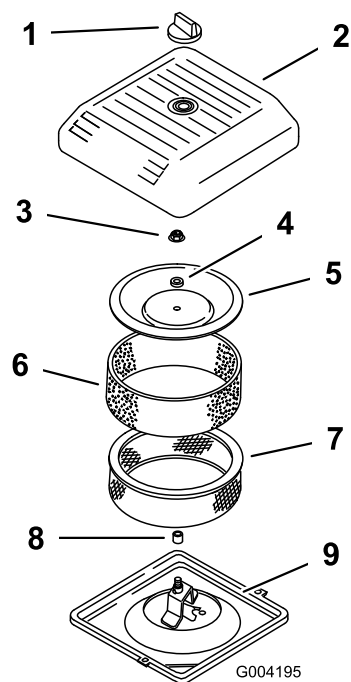

图 39
3. 拧下旋钮并取下空气滤清器盖图 39。
4. 小心将泡沫预滤器滑出纸质滤芯图 39。
5. 拧下护罩螺母并取下护罩、隔片和纸质过滤器图 39。
2. 将空气滤清器总成放到空气滤清器基座上 (图 39)。
3. 安装护罩、隔片、并使用护罩螺母固定 (图 39)。上紧螺母扭矩至 11N·m。
4. 安装空气滤清器盖、使用旋钮固定 (图 39)。